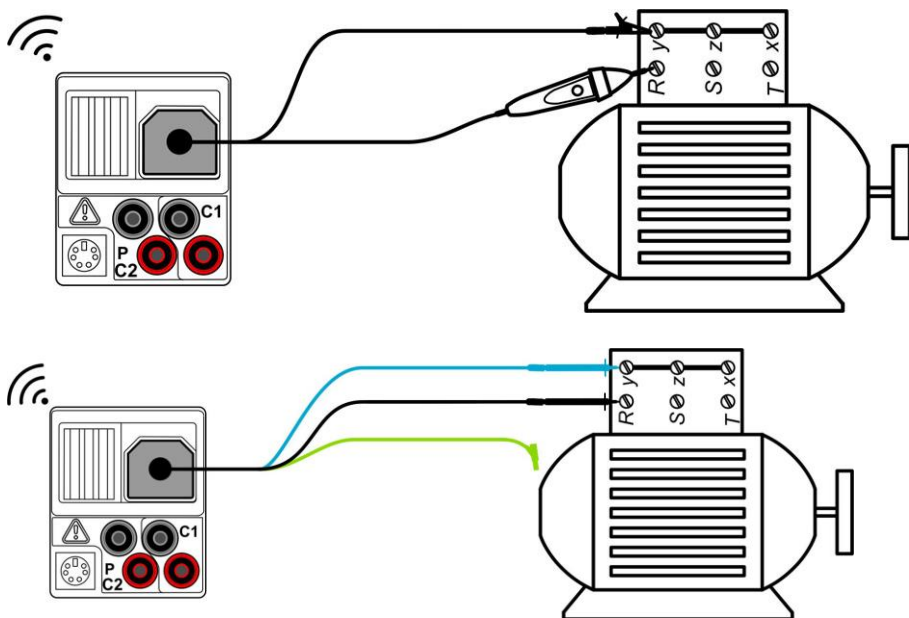

Abbildung 5.11: Anwendungen für Tip-Commander und 3-Leiter-Testadapter
- Schließen** Sie die Prüfleitungen am Prüfling an, (siehe *Abbildung 5.11*)